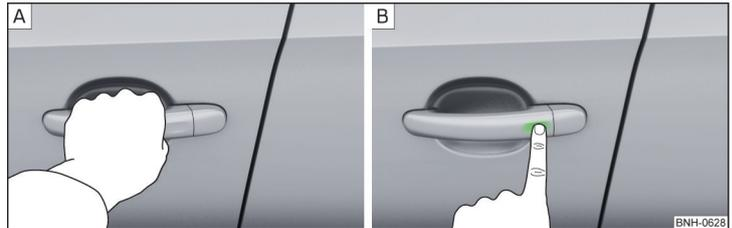

Fig. 44 Desbloquear vehículo / bloquear vehículo
- Agarrar la manivela para **desbloquear** el vehículo » fig. 44 - **A**.
- Tocar el sensor en la manivela con el dedo para **bloquear** el vehículo » fig. 44 - **B**.